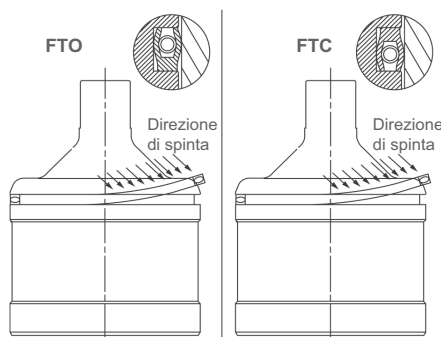

Figura 9
- Posizionare l'anello sulla sommità conica dell'otturatore, in modo che le labbra dell'anello siano rivolte sul lato della pressione (vedere la Figura 9).
**Attenzione alla direzione di montaggio dell'anello radiale (11F) sull'otturatore (vedere la Figura 9). Il flusso tende ad aprire: il lato aperto è nella parte superiore. Il flusso tende a chiudere: il lato aperto è nella parte inferiore.**
- Inserire l'anello nella scanalatura (senza ruotarlo), come illustrato nella Figura 9. Questa operazione può essere facilitata riscaldando l'anello. La temperatura dell'anello non deve superare i 150°C.